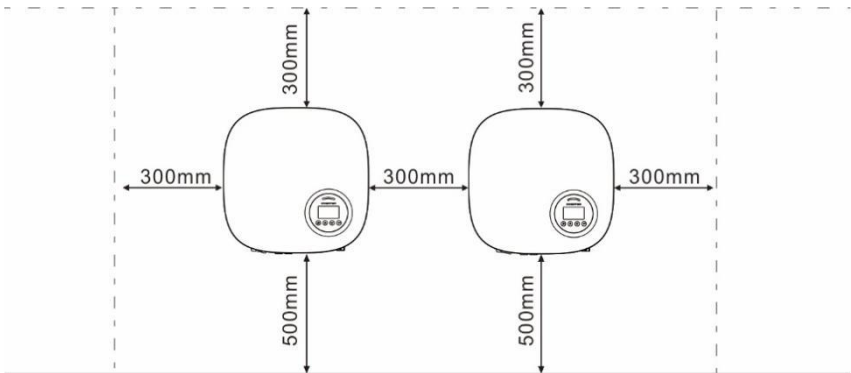

Figura 4.2 Distanza di montaggio dell'inverter
1. In base alla figura 4.2, selezionare l'altezza di montaggio della staffa e segnare i fori di montaggio. Per le pareti in mattoni, la posizione dei fori deve essere adatta ai tasselli a espansione.